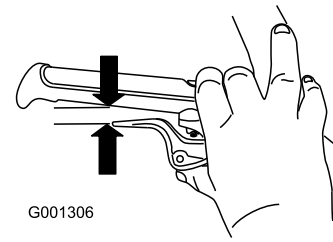

Bild 10
- Drücken Sie den Griff ganz durch. Prüfen Sie dann den Abstand, der zwischen der Unterseite des Holms und dem Radkuppungshebelende besteht (Bild 10).